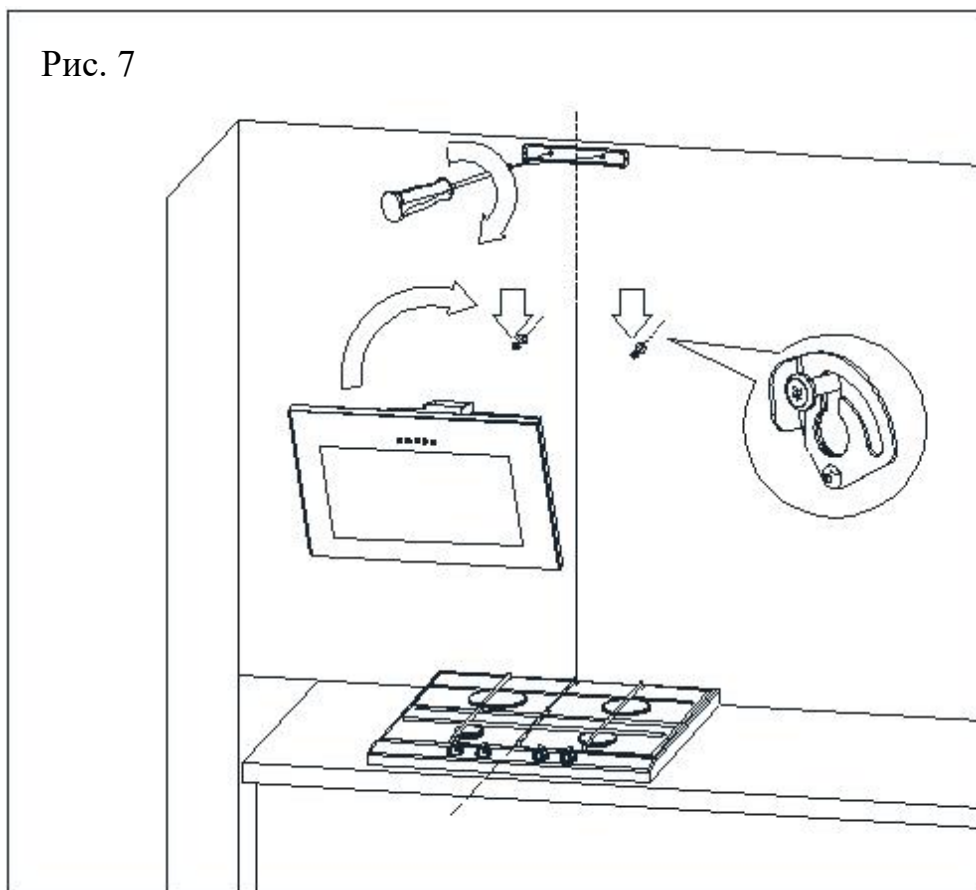

Рис. 8
5. Выровняйте корпус вытяжки. Поворачивая элемент, помеченный буквой А, установите вытяжку в горизонтальное положение, (рекомендуется использовать строительный уровень для выравнивания), затем затяните два вставленных винта и вкрутите оставшиеся два (Рис. 8).